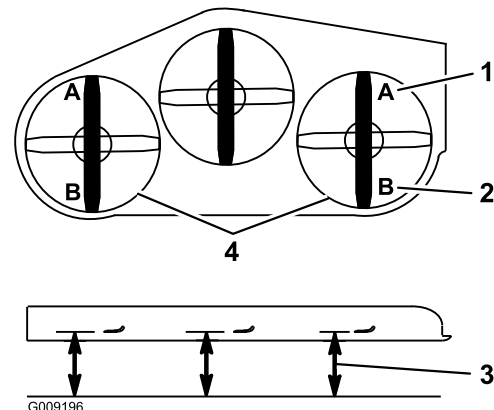

Figura 84
9. En ambos lados de la plataforma, mida desde la superficie nivelada hasta la punta delantera de la cuchilla (Posición A). La medida debe ser de 7,6 cm (Figura 84).
15. En ambos lados de la plataforma, mida desde la superficie nivelada hasta la punta trasera de la cuchilla (Posición B). La medida debe ser de 8,3 mm (Figura 84).